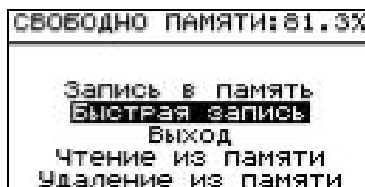

Рисунок 15
6.3.16 Режим работы с памятью прибора включается нажатием кнопки "ПАМЯТЬ" (рисунок 15). В нем можно записать, прочитать или удалить любую РФГ с параметрами (п.6.4.1.5а).